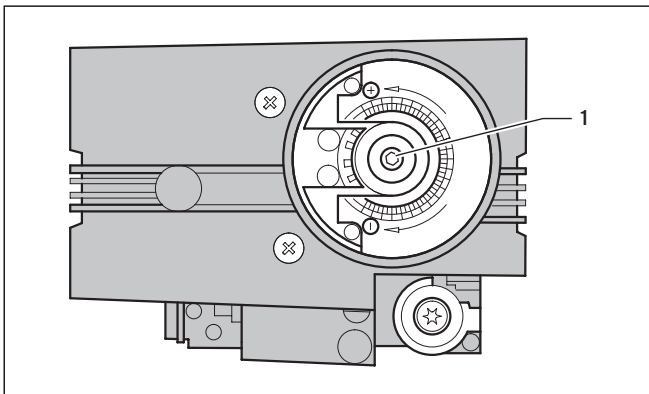

Abb. 6.3 Gasdurchflussschraube
Die Gaseinstellung für die Nennwärmebelastung erfolgt über die Gasdurchflussschraube (1, Abb. 6.3) mittels eines Innensechskantschlüssels 3 mm der Gasarmatur.
- Korrigieren Sie bei Bedarf den CO₂-Gehalt an der Gasdurchflussschraube (1, Abb. 6.3) mittels eines Innensechskantschlüssels 3 mm gemäß Tab. 6.6.